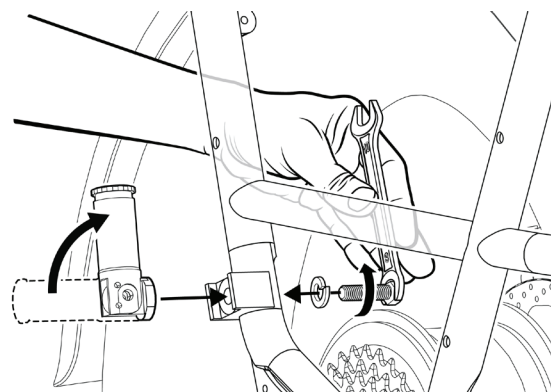

Figure 1 : Installation d'un repose-pied
- c. Placez un repose-pied sur le point de montage et insérez le boulon de l'autre côté du cadre (Figure 1).